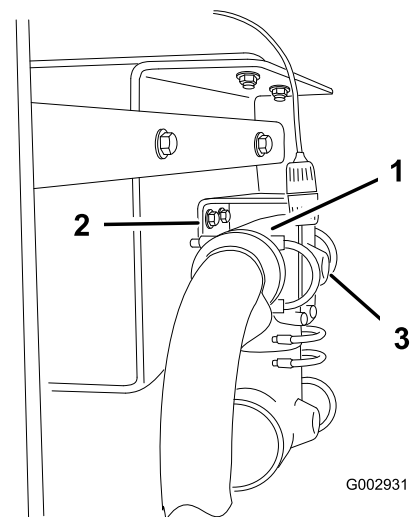

Figura 12
7. Practique con cuidado un taladro (diámetro 1/4 pulgada) en la cara de la acometida de la parte trasera del acoplamiento en T (Figura 12).
6. Retire los herrajes que sujetan el acoplamiento en T detrás de la válvula de alimentación del brazo de manera que el acoplamiento en T caiga, colgando de las mangueras (Figura 12).